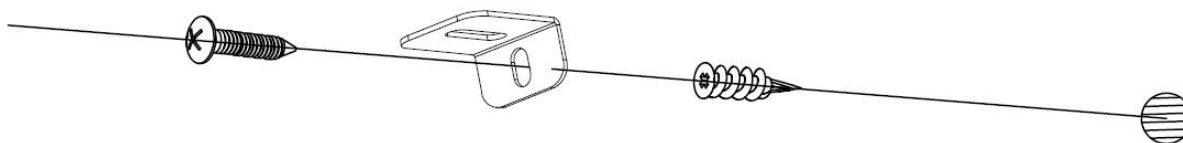

Fig 4-3
C. Installeer het plastic anker **(C)** in de gipsplaat en monteer vervolgens de schroef **B** (meegeleverd) in het gat van de **L-beugel** in het muuranker om te voorkomen dat de haard van de haken loskomt. **(Fig 4-3)**